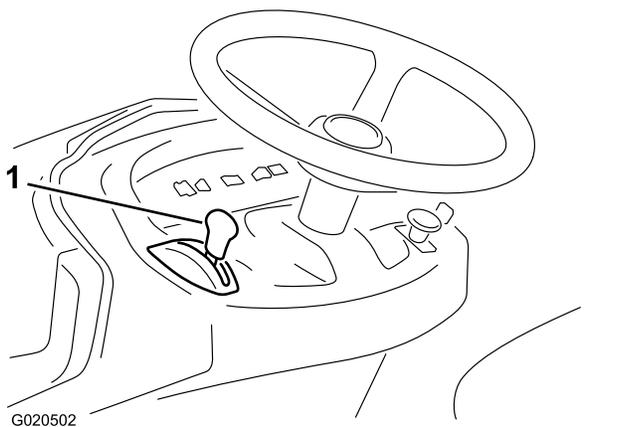

Figura 9
6. Per avviare il motore a freddo spostate la leva di comando dell'acceleratore completamente in avanti in posizione Starter (Figura 9).
8. Quando il motore si accende, spostate lentamente la leva di comando dell'acceleratore in posizione Fast (Figura 9).
1. Spostate la leva di comando dell'acceleratore in posizione Slow (Figura 9).
2. Girate la chiave di accensione in posizione Off (Figura 9).